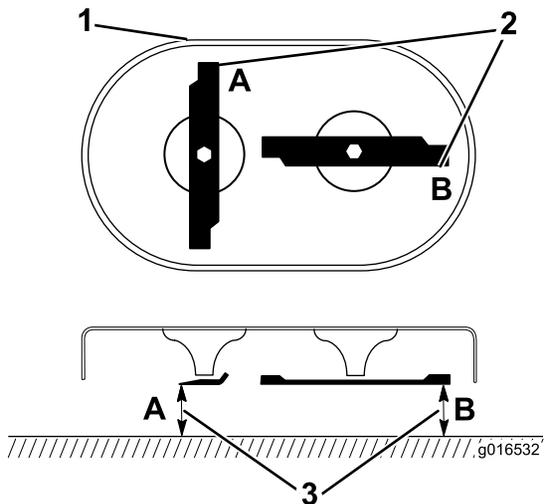

Рисунок 42
1. Поверните ножи в положение, показанное на рис. Рисунок 42.
- Измерения производите от ровной поверхности до режущих кромок в местах **А** и **В** (Рисунок 42) и запишите оба результата измерения.
- Поверните ножи так, чтобы их противоположные концы находились в позициях **А** и **В** (Рисунок 42).